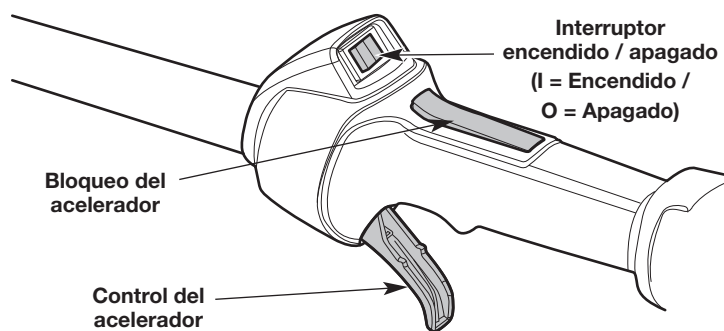

Fig. 9
NOTA: No es necesario encender la unidad. El interruptor de encendido/apagado está en la posición **Encendido (I)** en todo momento (Fig. 9).
4. Oprima y mantenga el bloqueo de acelerador. Apriete y mantenga oprimido el control del acelerador (Fig. 9).
2. Oprima y mantenga apretado el interruptor de encendido/apagado en la posición **Apagado (O)** hasta que el motor se pare por completo (Fig. 9).